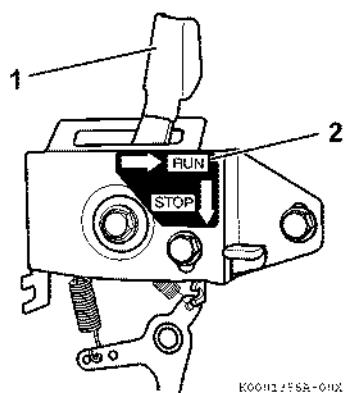

Рис. 54
5. Установите рычаг регулировки оборотов двигателя (Рис. 54, (1)) в положение "RUN" ("РАБОТА") (Рис. 54, (2)).